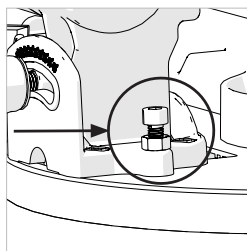

Fig. 32
- Relâchez légèrement le boulon d'ajustage d'angle d'arrêt 45° (**Fig. 32**)